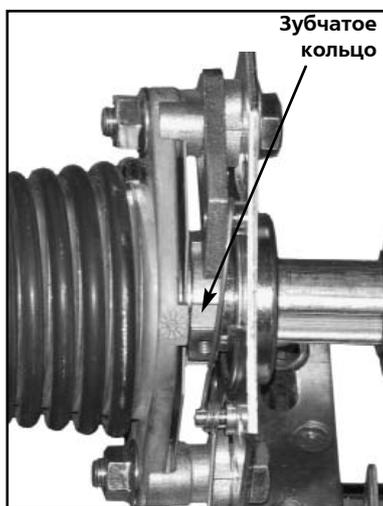

Рис. 37. Установка предохранительного устройства
- 2) Вывернуть полностью из зубчатого кольца установочный винт, имеющий цилиндрический хвостовик (рис. 37).